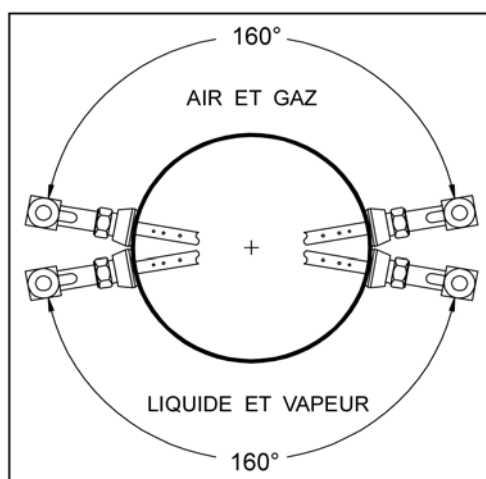

Figure 1. Orientation de l'Accelabar® dans un raccordement horizontal
Pour les applications d'air ou de gaz, l'Accelabar® doit être monté directement au sommet de la conduite, dans la position haute à 160°. Pour les applications de liquide et de vapeur, l'Accelabar® doit être monté directement à la base de la conduite dans la position basse à 160° (voir la figure 1).
- Reportez-vous à la figure 1 pour déterminer l'orientation correcte de l'Accelabar® pour des applications horizontales (l'orientation n'est pas essentielle pour les applications verticales).